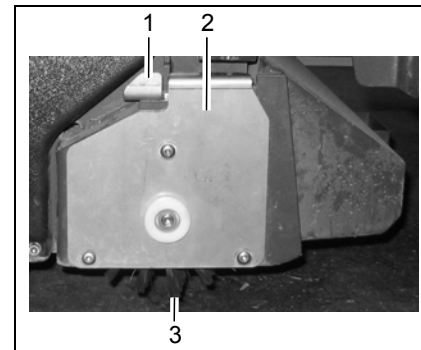
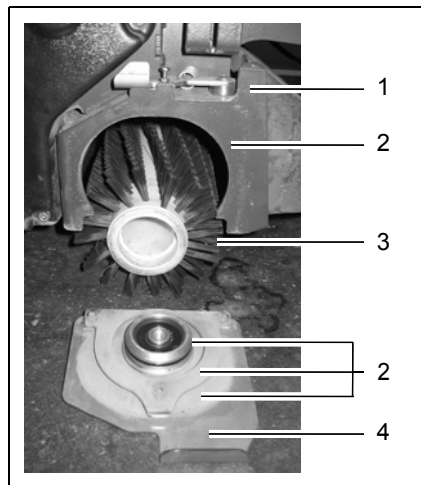

Abb. 5
Abb. 6
2. Arretierungshebel (Abb. 5/1) für die Bürstenaufnahme (Abb. 5/2) zur Maschinenmitte schieben und festhalten.
3. Bürstenaufnahme (Abb. 5/2) nach unten sinken lassen und abziehen.
4. Arretierungshebel (Abb. 5/1) loslassen.
5. Ggf. vorhandene Walzenbürste (Abb. 5/13) aus dem Gehäuse
(Abb. 6/1) entnehmen.
Sicherstellen, dass die Anlageflächen (Abb. 6/2) sauber sind. Diese gegebenenfalls vor Aufsetzen der Bürstenaufnahme (Abb. 6/4) sorgfältig reinigen.
8. Arretierungshebel (Abb. 5/1) zur Maschinenmitte schieben und festhalten.
9. Bürstenaufnahme (Abb. 6/4) auf die Walzenbürste (Abb. 6/3) aufsetzen, bis an das Gehäuse (Abb. 6/1) drücken und dann nach oben schieben.
10. Arretierungshebel (Abb. 5/1) unter der Bürstenaufnahme (Abb. 6/4) bis zum Anschlag zurückschwenken.